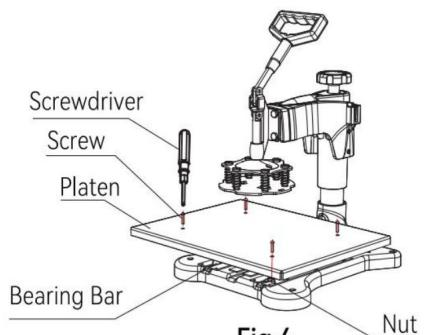

Fig 4
4. Legen Sie die Tischplatte flach auf die Tragstange, richten Sie die Platte an der Öffnung in der Tragstange aus, setzen Sie die Schraube ein und ziehen Sie sie mit einem Schraubendreher fest (siehe Abbildung 4).